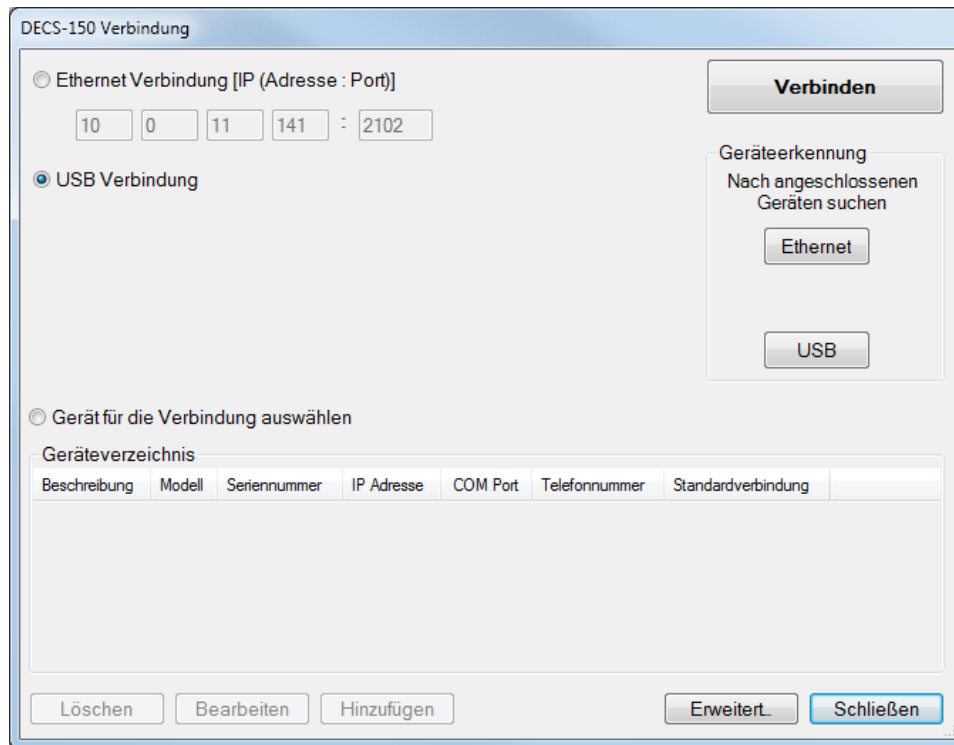

Abbildung 20-3. DECS-150 Verbindungsfenster
3. Klicken Sie in BESTCOMSP*Plus*® auf 'Kommunikation', 'Neue Verbindung', 'DECS-150' oder klicken Sie die Schaltfläche 'Verbindung' in der unteren Menüleiste. Das in Abbildung 20-3 dargestellte Fenster 'DECS-150 Verbindung' wird angezeigt.